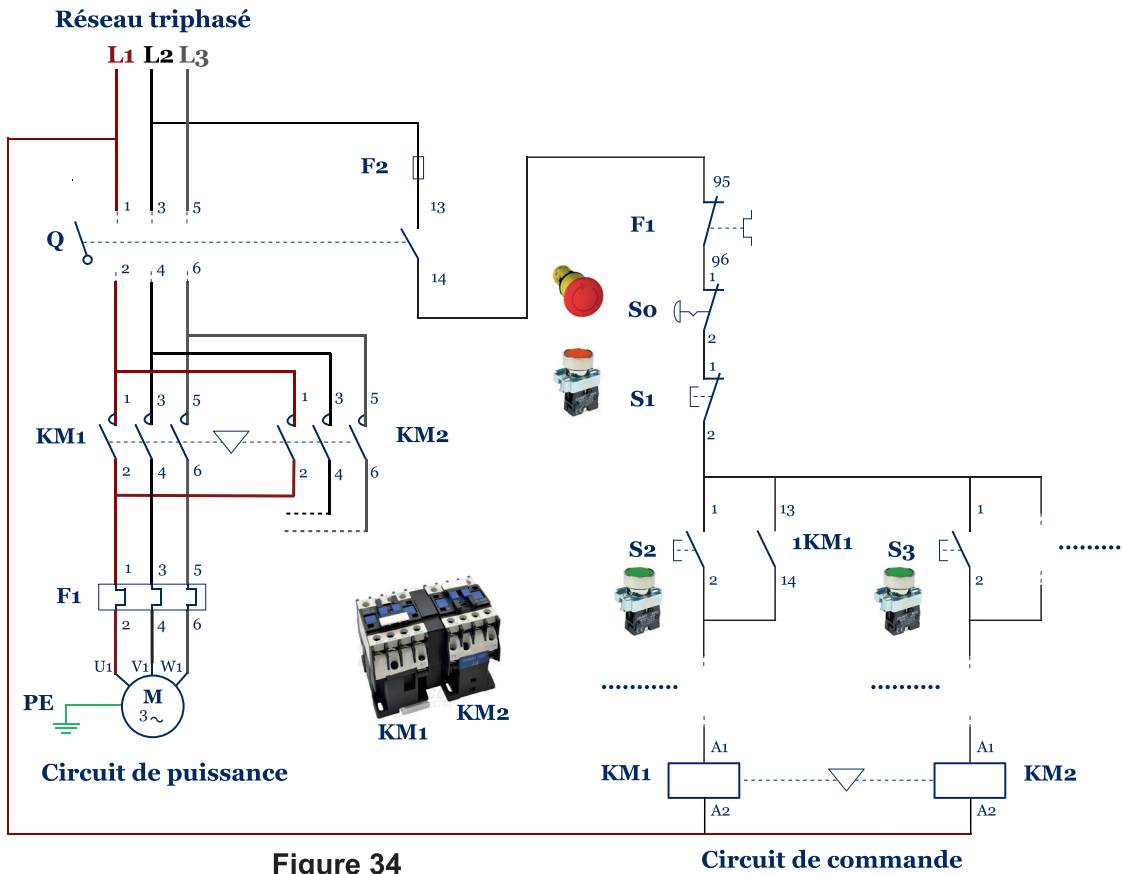

Figure 34
1.2. Compléter sur la figure 34 :
3. Câbler les deux circuits conformément aux schémas de la figure 34 et vérifier leur fonctionnement en présence du professeur.